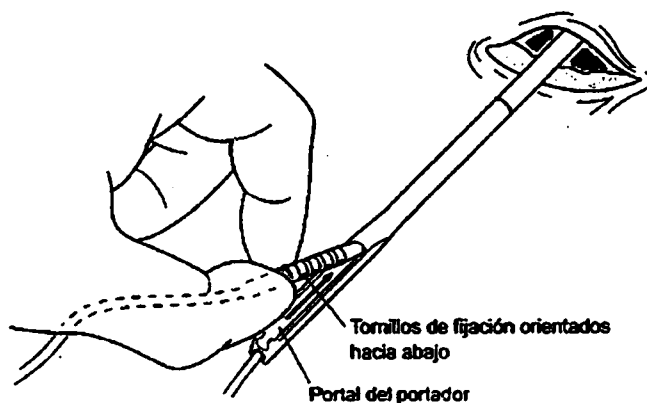

Figura 7. Inserte la extensión en el portal del portador.
d. Sitúe la extensión de manera que los tornillos de fijación estén orientados hacia abajo y, a continuación, inserte la punta de la extensión en el portal del portador hasta que encuentre resistencia (Figura 7).